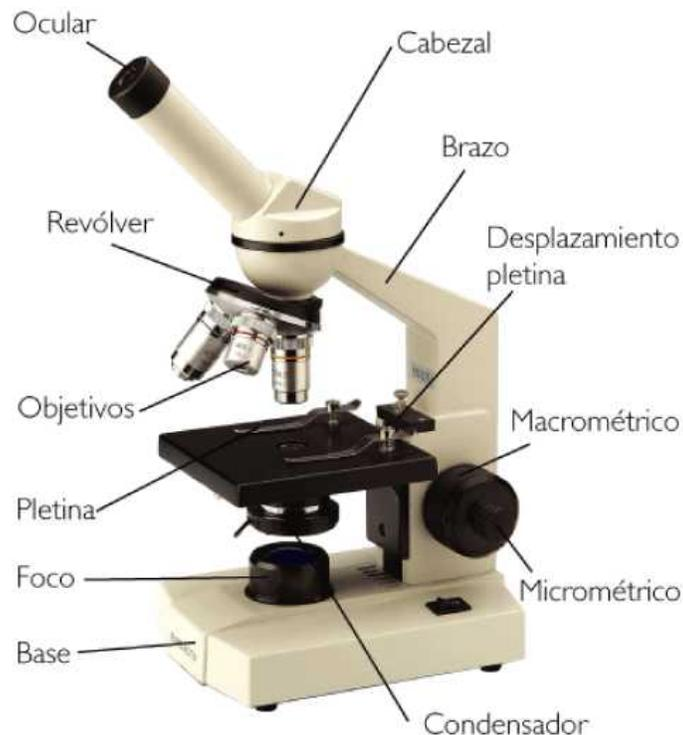

Figura 1. Partes de un microscopio óptico
Antes de entrar a estudiar cuales son los fundamentos técnicos de la microscopía óptica, vamos a ver cuales son los elementos estructurales que constituyen un microscopio óptico (figura 1), teniendo como referencia un microscopio tipo estándar:
2. La figura 1 ha sido obtenida de la página web de Kalipedia: [http://www.kalipedia.com/fisica-quimica/tema/ondas/microscopio.html?x=20070924klpcnafyq\\_377.Kes&ap=1](http://www.kalipedia.com/fisica-quimica/tema/ondas/microscopio.html?x=20070924klpcnafyq_377.Kes&ap=1).